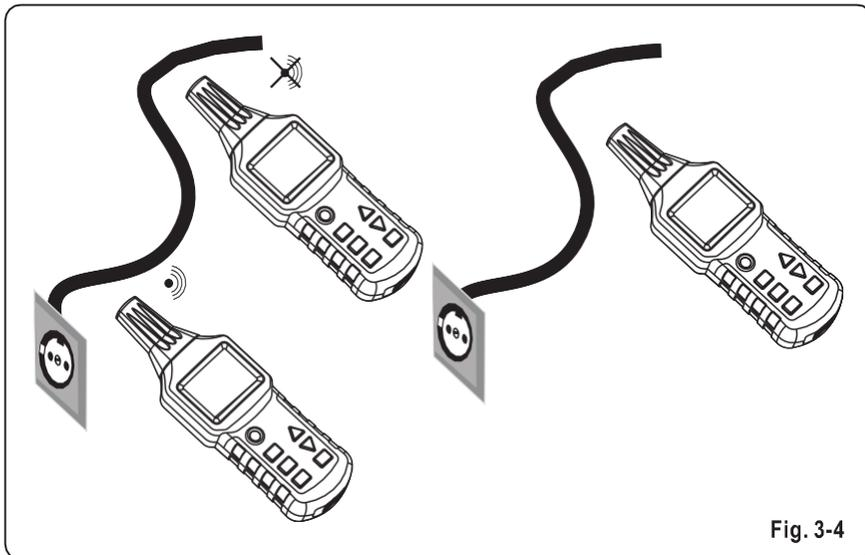

Fig. 3-4
- La misurazione deve essere eseguita secondo la Fig.3-4;